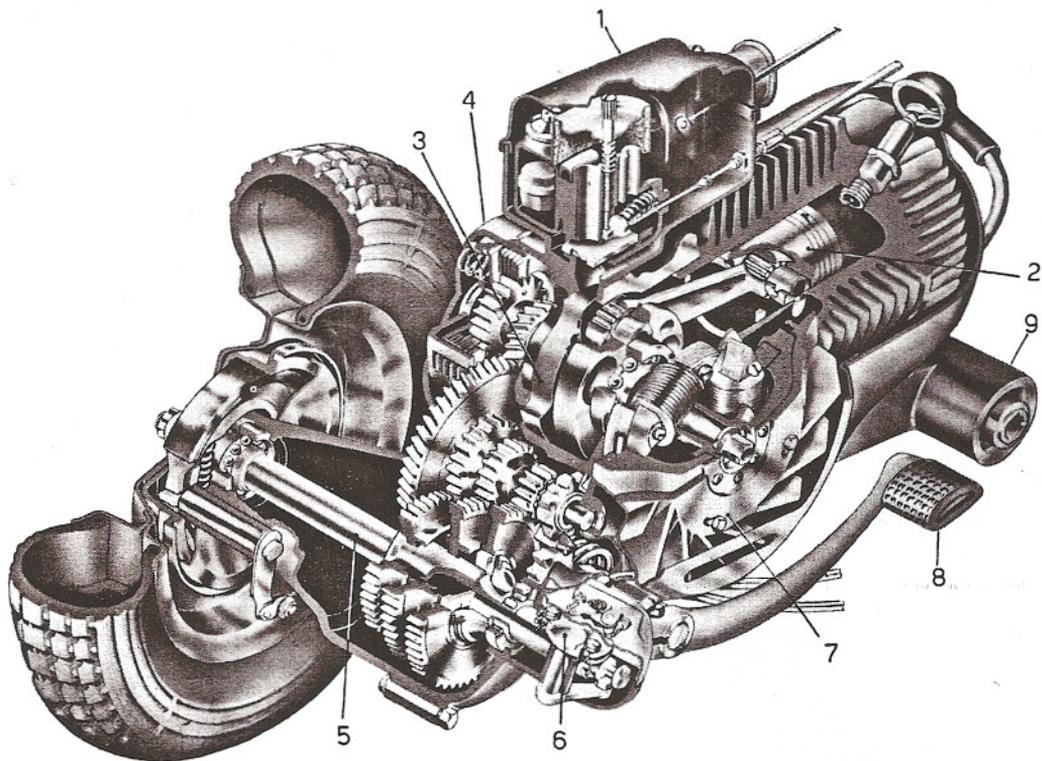

Fig. 3/A - Sezione del motore
Alimentazione (ved. fig. 3, pag. 7): a gravità con miscela benzina-olio. Serbatoio di capacità 7,7 lt. e dispositivo di riserva per lt. 1,4 circa.
Carburatore (ved. fig. 3, pag. 7): Dell'Orto, tipo SI 20/17, incorporato nella camera del depuratore aria-silenziatore. Il carburatore ha la particolarità di avere un «cassetto» parzializzatore dell'aria carburata e getti a monte di quest'ultimo.
Registrazione minimo: è eseguibile senza alcun attrezzo o con cacciavite, avvitando o svitando la vite zigrinata (con intaglio) uscente dal coperchio in lamiera del depuratore ed agente sulla «saracinesca» (cassetto) della valvola del gas (n. 5 in fig. 3, pag. 7, "B").
- Sulla parete opposta al suddetto registro, il depuratore ha un foro con tappo; smontato quest'ultimo si può accedere alla vite con molla che parzializza il condotto del minimo (ved. n. 13, fig. 3, pag. 7, "B"). Avvitando o svitando questa vite si determina un minore o maggiore afflusso di aria carburata dal minimo, influenzando quindi sul funzionamento del motore ai bassi regimi. Non è però consigliabile modificare la posizione di detta vite eccetto in casi di smontaggi e rimontaggi o di necessità.